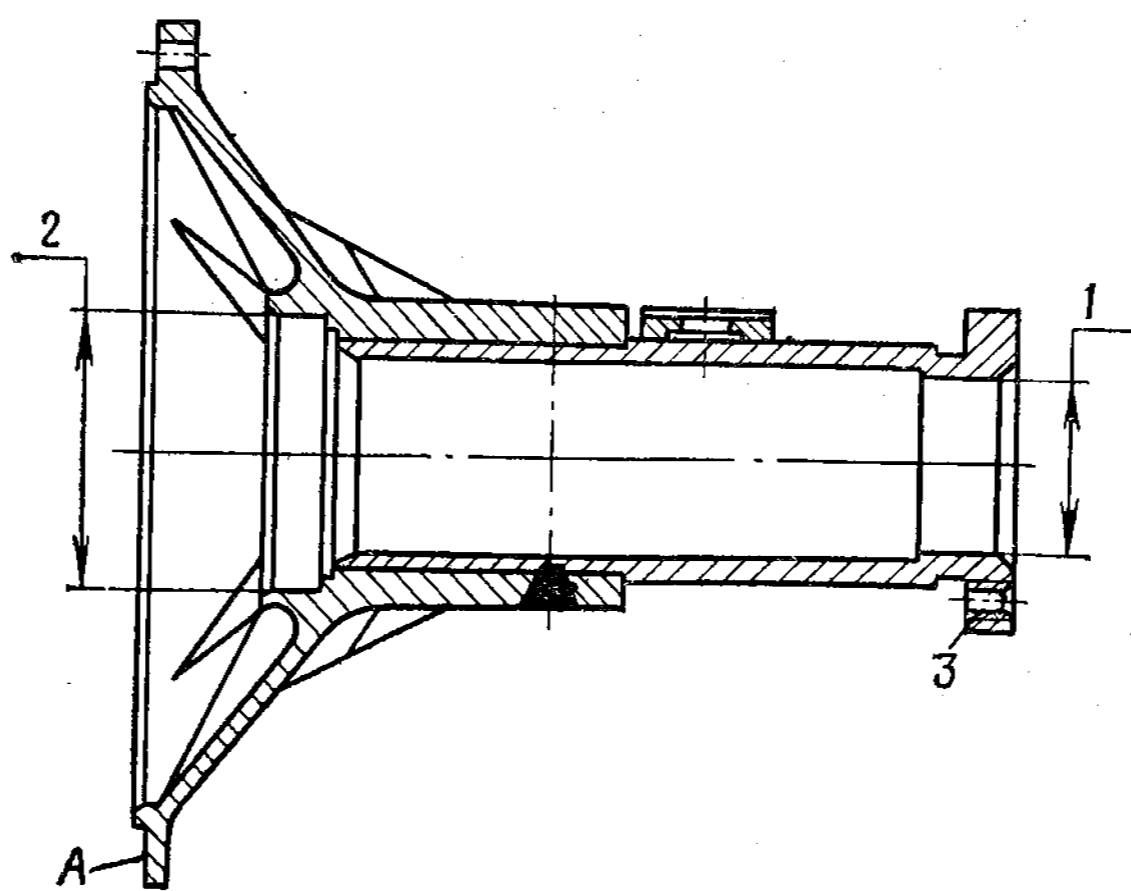

Рис. 126. Крышка картера переднего моста с кожухом полуоси в сборе
2. Крышка картера переднего моста с кожухом полуоси в сборе (рис. 126)